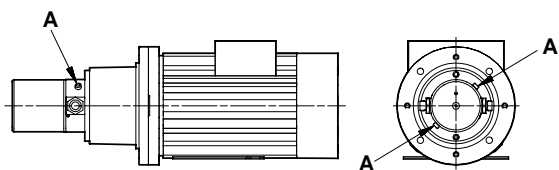

Fig. 4 Dopuri de aerisire
1. **Aerisire:** Înainte de a porni pompa, slăbiți dopurile de aerisire "A", vezi fig. 4. Când apa începe să curgă în afara orificiilor, pompa a fost umplută cu apă. Restrângeți dopurile.